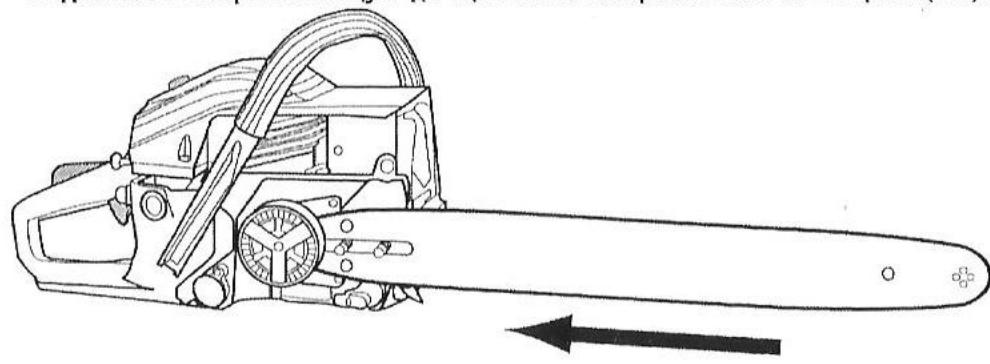

Рис. 5
2. Задвиньте направляющую до щелчка в направлении шестерни (27) (Рис. 5).